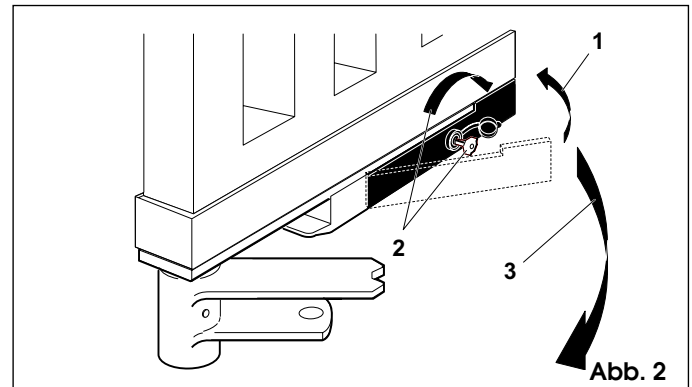

Abb. 2
- Hebel wieder eindrücken (Abb. 2-Pos. 1)
- Schlüssel in das Schloß einstecken und bis zum Anschlag gegen die Pfeilrichtung drehen (Abb. 2-Pos. 2)
- Torflügel manuell betätigen, bis das Elektroschloß in den Verriegelungsbügel einrastet (Abb. 2-Pos. 3)